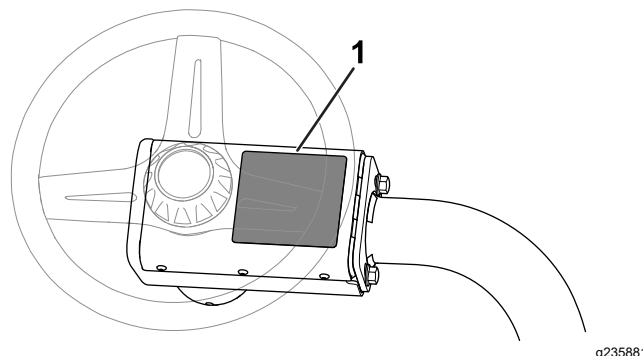

Bild 13
- Überkleben Sie den vorhandenen Warnaufkleber (Bestellnummer 136-8506) mit dem CE-Warnaufkleber (Bestellnummer 136-8505), siehe Bild 13